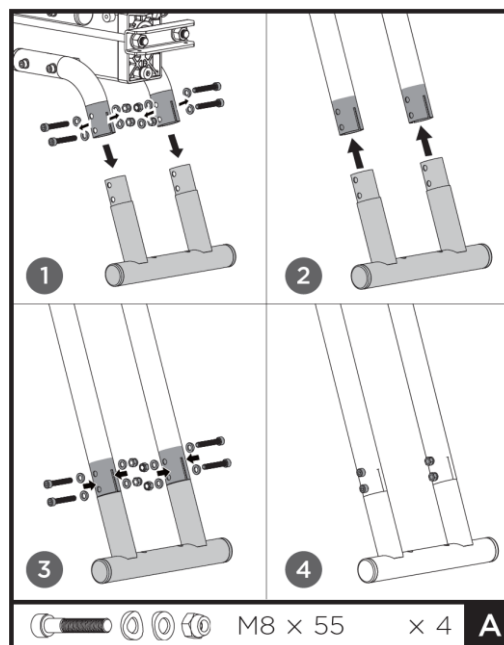

Fig. 4a
2. Insérez les deux extrémités du pied avant dans les ouvertures les plus larges des tubes de raccordement (k). Faites légèrement pivoter les tubes pour aligner les trous de montage. Fixez avec des boulons M8x55, des rondelles et des écrous (A). Reportez-vous à la Fig. 4a.